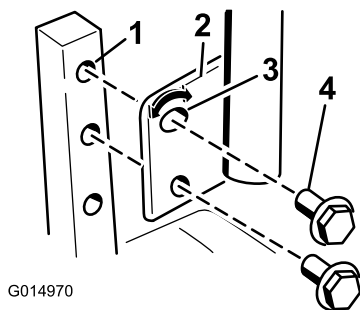

Figura 22
1. Retire los 2 pernos que fijan la palanca de control al brazo de la palanca (Figura 22).
2. Mueva la palanca al juego de taladros siguiente. Fije la palanca con los 2 pernos (Figura 22).
2. Afloje el perno inferior lo suficiente para poder desplazar hacia adelante o hacia atrás la palanca de control (Figura 22). Apriete ambos pernos para fijar el control en la posición nueva.